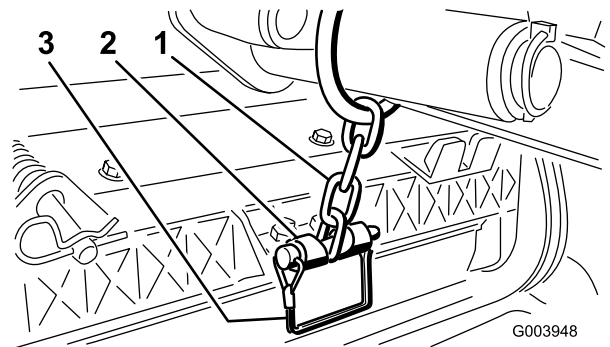

図 12
12. スナッパピンを使って、昇降アームのチェーンを昇降アームに固定する (図 12)。カuttingユニットのオペレーターズマニュアルに従って、決められたリンクを使用すること。